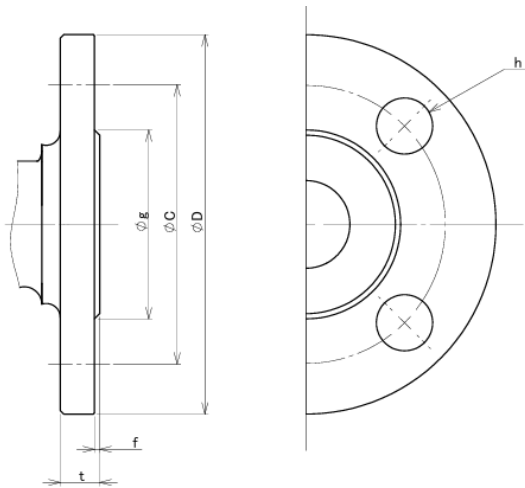

図 15. JPI-7S-15 フランジ図
1.2 JPI-7S-15(1999 年度版)のフランジ寸法は下図 15、表 17 を参照ください。